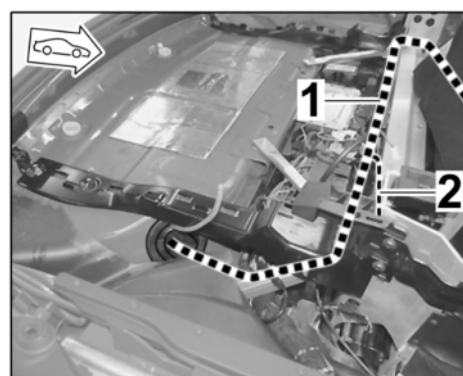

Bild 16
- 3.6 Leitungssatz Sport-Abgasanlage $\Rightarrow$ Bild 16 -1- entlang Leitungssätze Innenraum rechts und links verlegen.
Leitung BN zum Massepunkt 15 $\Rightarrow$ Bild 16 -2- verlegen.